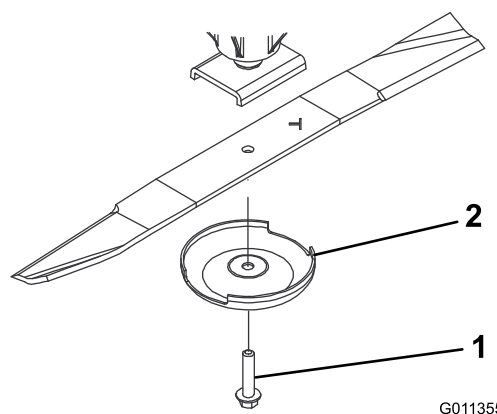

Figura 101
3. Scoateți urubul lamei, cupa anti-scalp i lama de pe arborele axului (Figura 101).